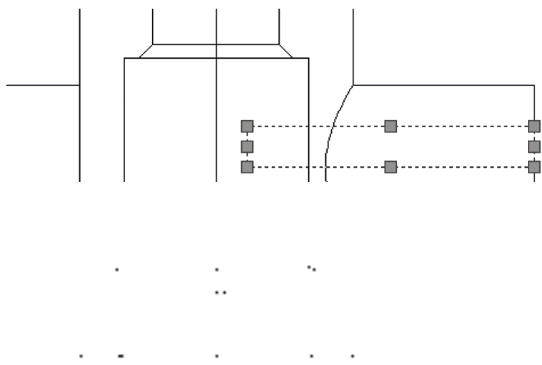

图 10-144 绘制旋转截面
3) 单击“绘图”工具栏中的“面域”按钮，将绘制好的图形创建成面域。结果如图 10-144 所示。